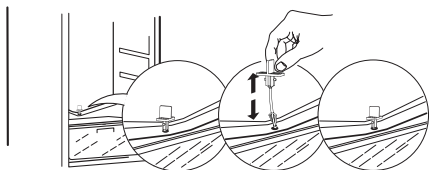

Fig. 1
- For at sikre korrekt afløb af afrimet vand skal du regelmæssigt rengøre afløbet til vand fra afrimningen med afløbsfilteret fra tilbehørsposen. Du finder afløbet på bagvæggen af kølerummet (se fig. 1). Lad altid afløbsfilteret sidde i afløbet for at forhindre eventuelt snavs i at blokere afløbet.